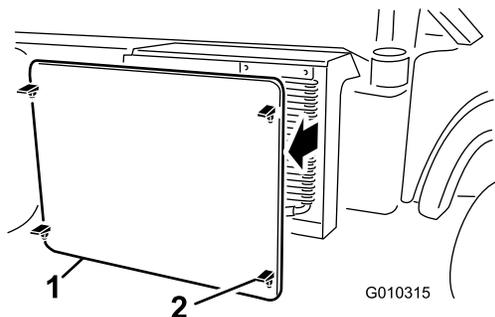

図 58
2. ラジエータスクリーンのラッチを外して、ラジエーター前面から外す 図 58。